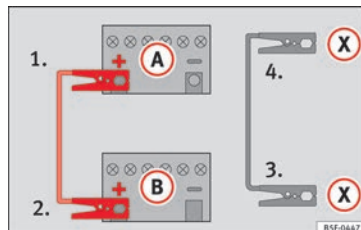

Fig. 64 Schéma de branchement pour les véhicules équipés du système Start-Stop.
- Sur les véhicules avec système Start-Stop : raccordez une extrémité du câble d'urgence noir (X) à une borne de mise à la terre appropriée, à une pièce métallique massive vissée au bloc-moteur, ou au bloc-moteur lui-même » » » fig. 64.
5. Branchez l'autre extrémité du câble de démarrage noir (X), dans le véhicule avec la batterie déchargée à une pièce en métal massif vissée au carter-moteur ou directement au carter-moteur mais le plus loin possible de la batterie (A).